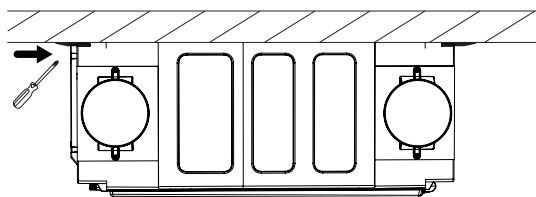
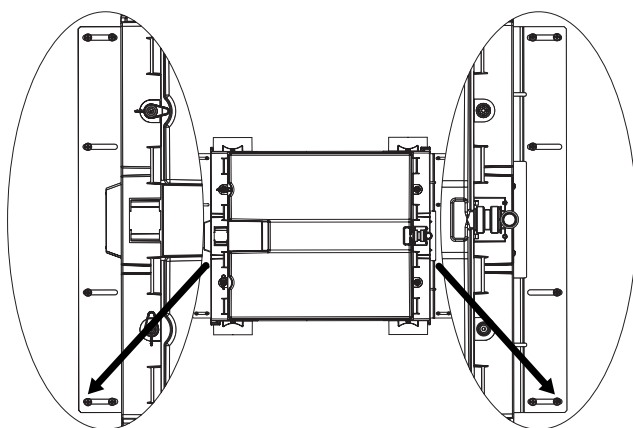

Afb. 2
Afb. 3
2.4.7 De unit wordt bevestigd op de plafondbeugel door de beugel aan de achterzijde van de unit op zijn plaats te schuiven. Zorg eerst voor de aansluiting op de "goed" bevestigde beugel (zie afb. 2) en duw de unit tot het plafond, verschuif de "los" bevestigde beugel voor aansluiting op de beugel aan de achterzijde van de unit (zie afb. 3).